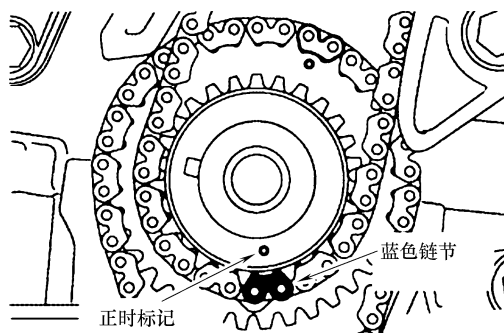

图 28-7 曲轴链轮正时标记对齐蓝色链节
- 5) 如图 28-7 所示, 将曲轴链轮上的正时标记与蓝色链节对齐。